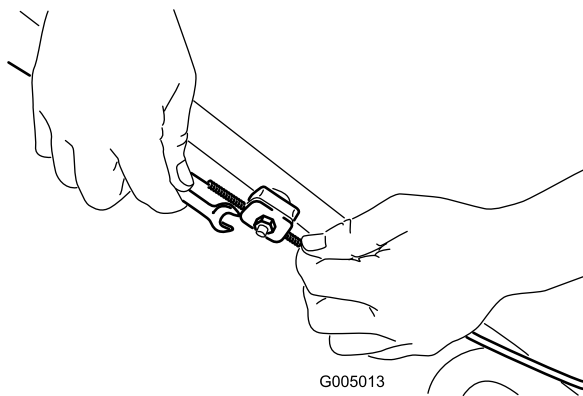

Figura 30
- Allentate il dado del supporto cavo (Figura 30).